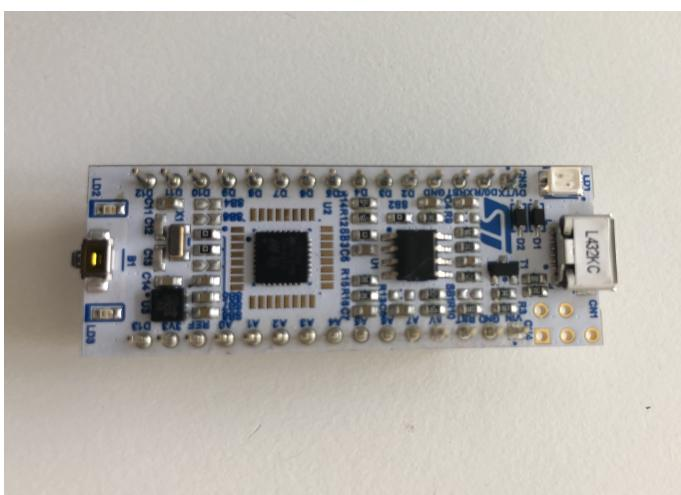
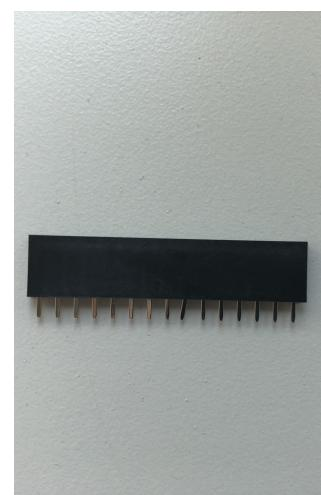
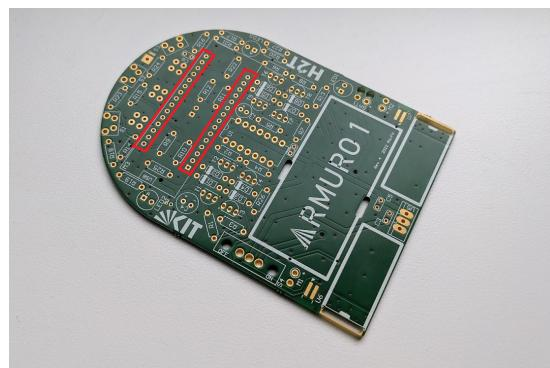

Abb. 16: Nucleo-Board
Abb. 17: Buchsenleiste
Abb. 28: Position der Buchsenleisten
Das Herzstück des *Armuros* ist das Nucleo-Board (Abb. 16). Es wird auf zwei Buchsenleisten (Abb. 17) aufgesteckt, die an der Platine angebracht sind. Auf ihm befindet sich zur Steuerung des Roboters ein Mikrocontroller des Herstellers STMicroelectronics vom Typ STM32L432KC. Außerdem ist auf dem Board ein Programmieradapter enthalten, über den mit USB Programme vom Computer auf den Mikrocontroller aufgespielt und debuggt werden können.
13. Die beiden Buchsenleisten (Abb. 17) für das Nucleo-Board an der markierten Stelle in Abbildung 28 einlöten. Dabei sollten die Leisten nicht verkippen, sondern senkrecht auf der Platine stehen. Dafür sollten zuerst zwei einzelne Pins eingelötet und anschließend die Ausrichtung nochmals geprüft werden. Wenn die Ausrichtung stimmt, kann der Rest der Pins angelötet werden.